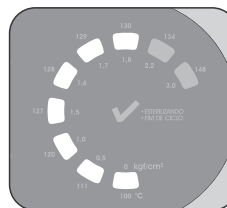

Fig. 6
Após o desbloqueio do equipamento, os 7 primeiros LEDs da barra indicativa de temperatura/pressão permanecerão acesos (Fig. 6), indicando a necessidade de executar o Ajuste de Altitude, que é o primeiro ciclo da autoclave. Realize este procedimento **com a câmara da autoclave vazia (sem materiais, bandeja e suporte)**, seguindo as instruções abaixo:
- 2► Durante o aquecimento, o **LED Aquecendo/Secando** se acenderá e os 7 LEDs piscarão (fig. 6). Todo o processo será realizado automaticamente, com uma duração de aproximadamente 15 minutos. Ao fim do procedimento, se acenderá o LED , indicando que o Ajuste de Altitude foi realizado com sucesso. Pressione a tecla  para voltar ao modo inicial. Abra a porta da autoclave e aguarde o resfriamento da câmara (vaso de pressão) para utilizá-la novamente (cerca de 15 minutos).